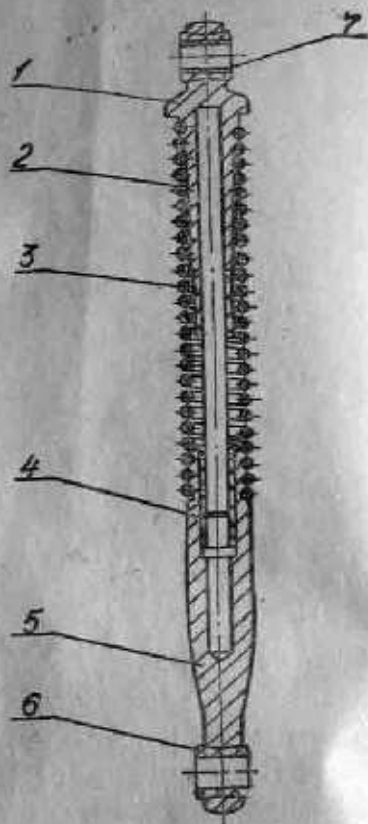

Рис. 18. Амортизатор задний:
Амортизатор (рис. 18) состоит из корпуса (5), головки со штоком (1) и пружины (2). На шток одет резиновый буфер (3), а в корпус запрессована капроновая втулка (4), направляющая движение штока. В отверстиях корпуса и головки установлены резиновые вкладыши (6), а в верхних вкладышах — металлические втулки (7).